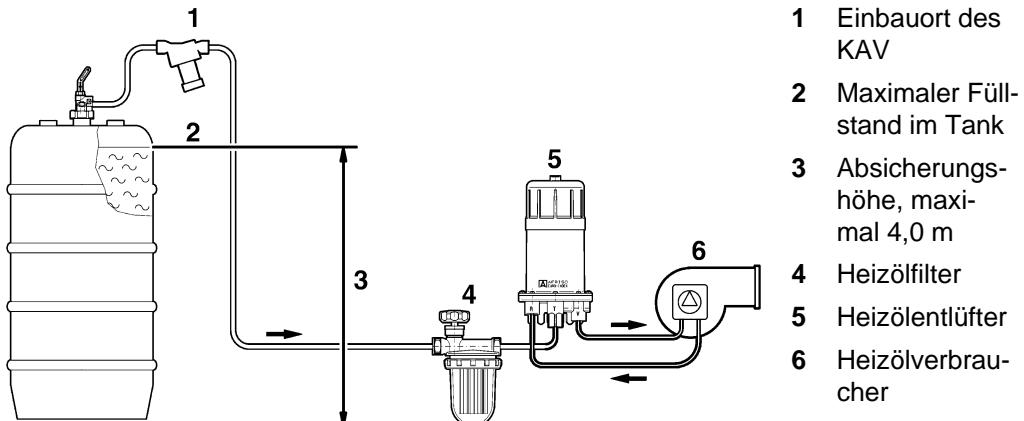

Bild 5: Absicherungshöhe = Höhendifferenz zwischen maximalem Füllstand im Tank und tiefstem Punkt der ölführenden Leitung
1. Absicherungshöhe nach Bild 5 ermitteln.